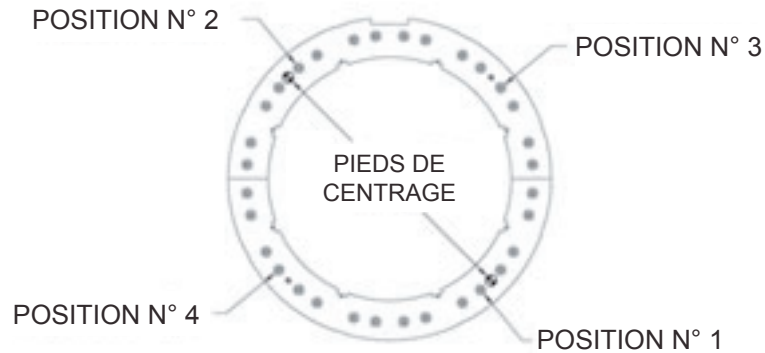

Figure 7-7. Réglez les roulements dans l'ordre aux positions illustrées.
7. Identifiez le roulement à la position 1 (Figure 7-7). Avec une clé BTR 3/16", tournez l'arbre excentrique dans le **sens des aiguilles d'une montre** jusqu'à ce que le roulement de la roue de guidage soit totalement posé dans la rainure.